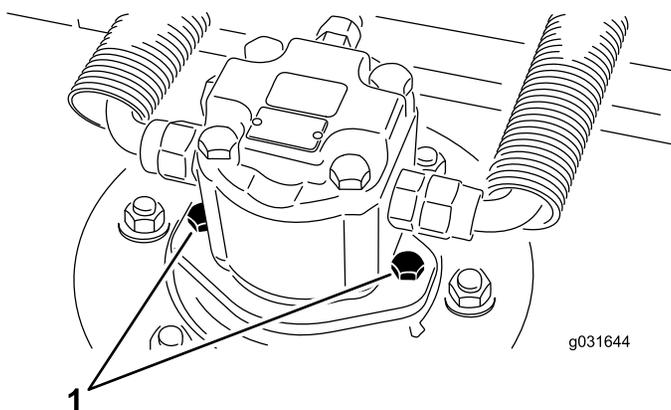

Bild 66
2. Entfernen Sie die Befestigungsschrauben des Hydraulikmotors, klemmen den Hydraulikmotor vom Mähwerk ab und entfernen ihn (Bild 66).
4. Bringen Sie mithilfe der Befestigungsschrauben des Hydraulikmotors den Hydraulikmotor am Mähwerk an (Bild 66).